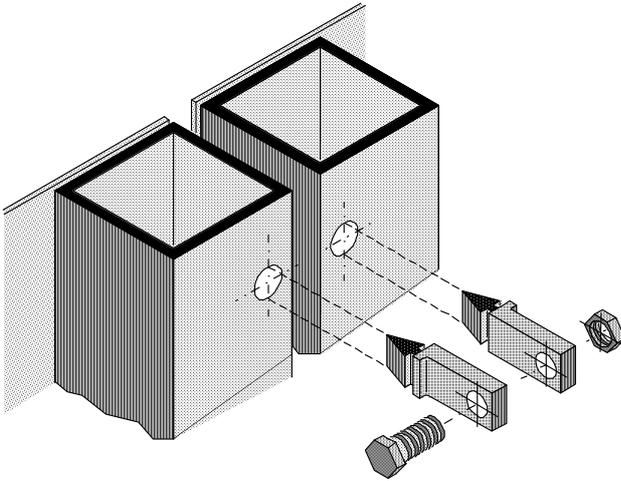

Abb. 4
2. Werden mehrere Unterdruckräume geliefert (Baukastensystem), müssen diese entsprechend zusammengeschraubt werden. Beachten Sie hierzu Abb. 4.